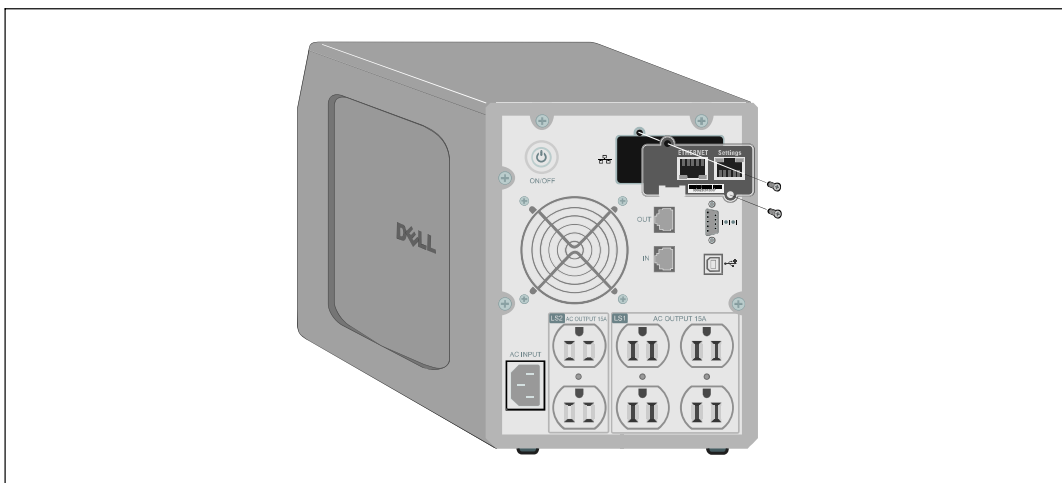

图 4. 安装网络管理卡
- 4 将 卡 滑入开放槽中，然后使用步骤 1 中取下的螺钉固定（参见图 4）。